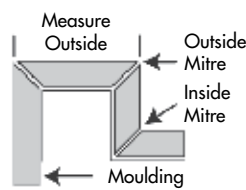

Figura 1.1
3. También tenga en cuenta la ubicación y el tamaño de todas las puertas, ventanas o aberturas en la habitación. También se recomienda que identifique cada esquina y su ángulo. (Figura 1.1)